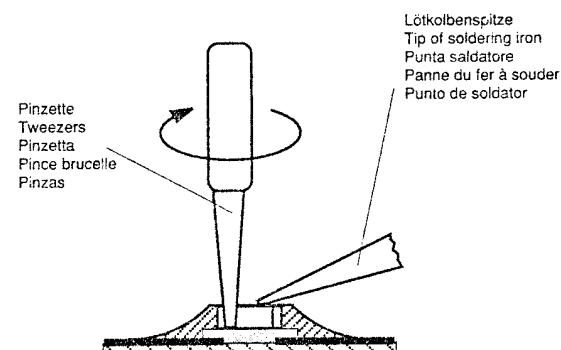

Fig. 2
2. Schritt: CHIP-Enden, bzw. das komplette CHIP-Bauteil erwärmen. CHIP von der Klebung ohne Kraftaufwand abdrehen, damit unter dem CHIP liegende Leiterbahnen nicht abgerissen werden (Fig. 2).
2. Riscaldare le superfici di contatto del CHIP risp. te tutto il CHIP e staccarlo con cautela. Attenzione a non esercitare forza per non danneggiare le piste sottostanti (Fig. 2).
2. step: Warm up the ends of the CHIP or the whole CHIP component and remove the CHIP from the adhesive by turning it without application of force so that the tracks beneath the CHIP do not break (Fig. 2).
2. Chauffer légèrement les contacts externes du composant CMS ou le composant lui-même. Retirer ce dernier avec précaution en le tournant afin d'éviter un arrachement des circuits imprimés situés sous le composant (Fig. 2).
Segundo paso: Calentar los extremos o todo el CHIP y girarlo con las pinzas. No hacer fuerza para que la placa de circuito impreso no resulte dañada. Cuidar de que las pistas situadas debajo del CHIP no se suelten de la placa, ya que éstas también están pegadas (Fig. 2).
$$I_{\text{Ableit}} \leq 1mA \text{ bei } U_{\text{Test}} = 220V \approx / \text{Meßzeit} \geq 1s \text{ (Fig. 2)}$$
$$I_{\text{Leak}} \leq 1mA \text{ at } U_{\text{Test}} = 220V \approx \\ \text{Measuring time: } \geq 1s, \text{ (Fig. 2)}$$